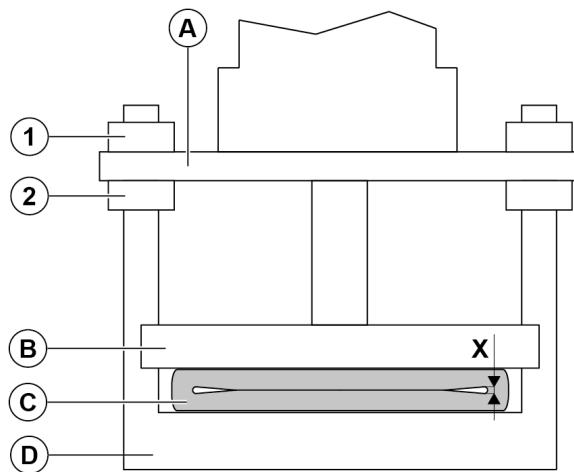

Abbildung 16.
6. Das restliche Teil der Manschette wird mit einem Stemmeisen / Biegeeisen durch den Flansch gepresst (siehe *Abbildung 16.*).